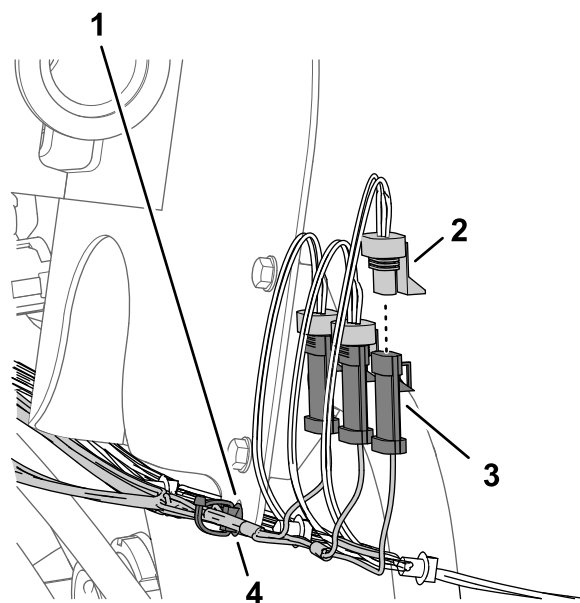

Figura 86
- Collegate il connettore a 3 pin della diramazione di 89 cm del cablaggio preassemblato indicato come IRRORAZIONE SINISTRA al connettore a 3 prese del cablaggio preassemblato della macchina indicato come VALVOLA DI IRRORAZIONE SINISTRA (Figura 86).
- Collegate il connettore a 3 pin del cablaggio preassemblato del kit indicato come IRRORAZIONE CENTRALE al connettore a 3 prese del cablaggio preassemblato della macchina indicato come VALVOLA DI IRRORAZIONE CENTRALE (Figura 86).
- Collegate il connettore a 3 pin del cablaggio preassemblato del kit indicato come IRRORAZIONE DESTRA al connettore a 3 prese del cablaggio preassemblato della macchina indicato come VALVOLA DI IRRORAZIONE DESTRA (Figura 86).
- Inserite il dispositivo di fissaggio a spinta del cablaggio preassemblato del kit nel foro della flangia della staffa del flussometro (Figura 86).